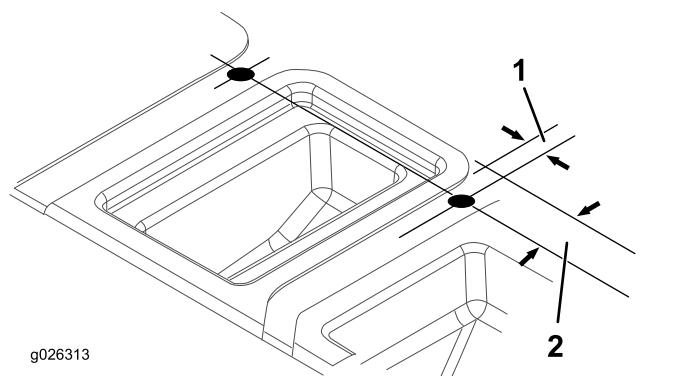

図 10
7. 図 10 に示された寸法で、座席シュラウド上面に穴を 2ヶ所あける。